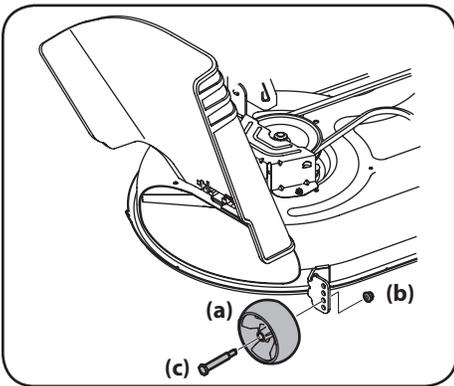

Figura 2-10
- b. Retire las ruedas de calibración delanteras y traseras (a) retirando las tuercas de sujeción (b) y los tornillos con reborde (c) que las sujetan a la plataforma. Consulte la Figura 2-10.